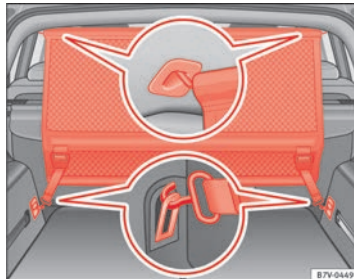

Abb. 94 Im Gepäckraum: Trennnetz hinter der zweiten Sitzreihe einbauen.
- Trennnetz in der hinteren linken Aufnahme im Dach einhängen ⇒ Abb. 94 (A). Darauf achten, dass die Querstange über die obere Position hinaus nach unten gezogen wird.
- Beide Haltehaken des Trennnetzes in die vorderen Verzurrösen im Gepäckraum (B) einhängen und die Gurte fest spannen.